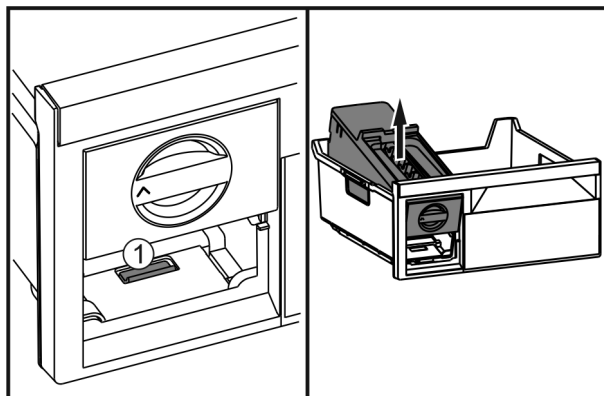

Fig. 54
- ▶ Stlačte sponu Fig. 54 (1), nadvihnite zariadenie EasyTwist-Ice zozadu a vyberte ho zo zásuvky na zmrazovanie.